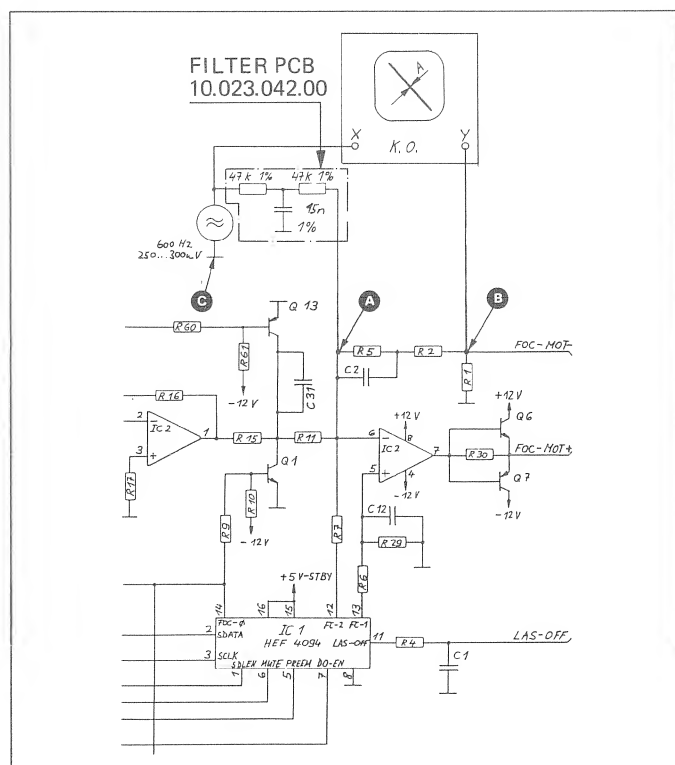

Fig. 4.17
- NF- Generator an den X- Eingang des 2- Kanal Oszilloskops und gleichzeitig über den Filterprint, Best. Nr. 10.023.042.00 an R7 des Servo 1 PCB 1.769.310 anschliessen (siehe Fig. 4.17 und 4.18, Punkt "A"). Frequenz = 600Hz \pm 5Hz (mit Frequenzzähler kontrollieren) Pegel = 250 ... 300 mV RMS
- Y-Eingang des 2-Kanal-Oszilloskops an R1/R2 auf SERVO-1 PCB 1.769.310 anschliessen (siehe Fig. 4.17 und 4.18, Punkt "B") und Oszilloskop auf X/Y-Betrieb schalten.
- Mit Trimpotentiometer FOCUS GAIN auf Laufwerk 1.769.100.36 die Amplitude A der Lissajous- Figur auf ein Minimum abgleichen (siehe Fig. 4.17).
- DC- Voltmeter (Bereich 150mV) an R1 (Servo 1 PCB 1.769.310) anschliessen (siehe Fig. 4.17/4.18, Punkt "B").